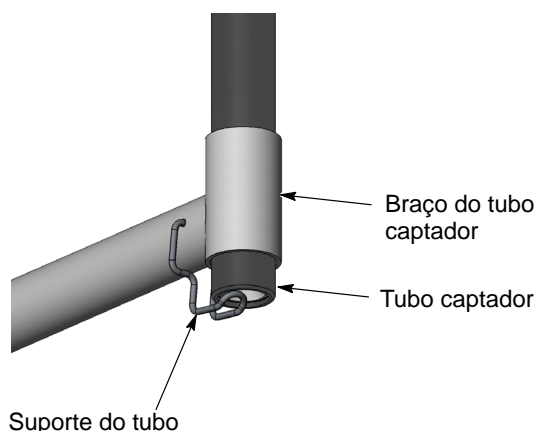

Figura 3-3 Utilização do suporte do tubo captador
1. Consulte a figura 3-3. Levante o tubo captador e desloque o suporte do tubo para baixo, colocando-o sob a extremidade do tubo captador, para o segurar em posição no braço.